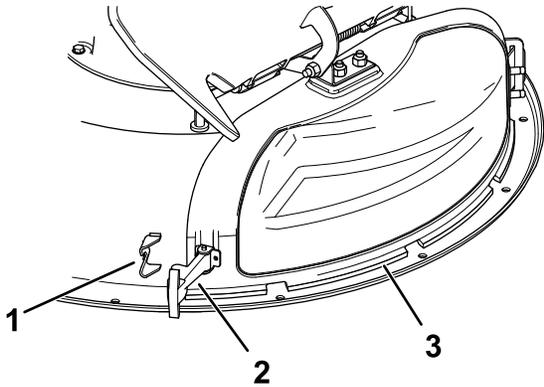

Figura 12
- Suelte el cierre flexible del retén de la tapa de descarga y gire la tapa de descarga hacia la derecha (Figura 12).
- Sujete la tapa de descarga a la carcasa enganchando el cierre flexible de la tapa de descarga en el retén de la carcasa (Figura 12).